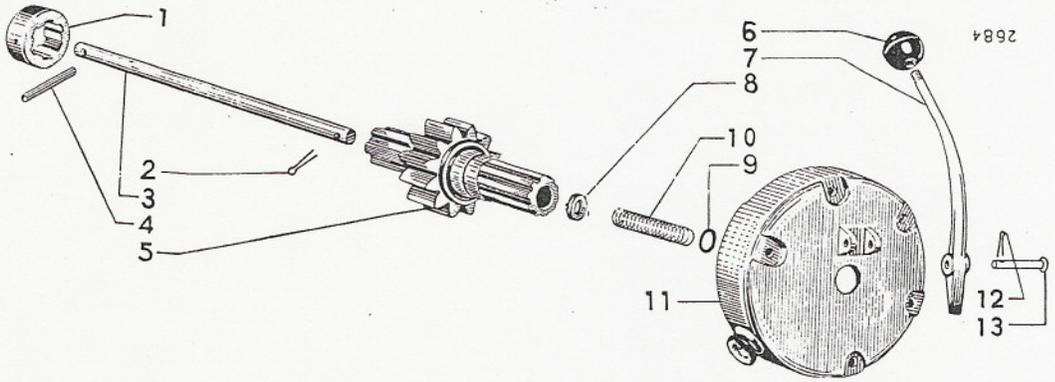
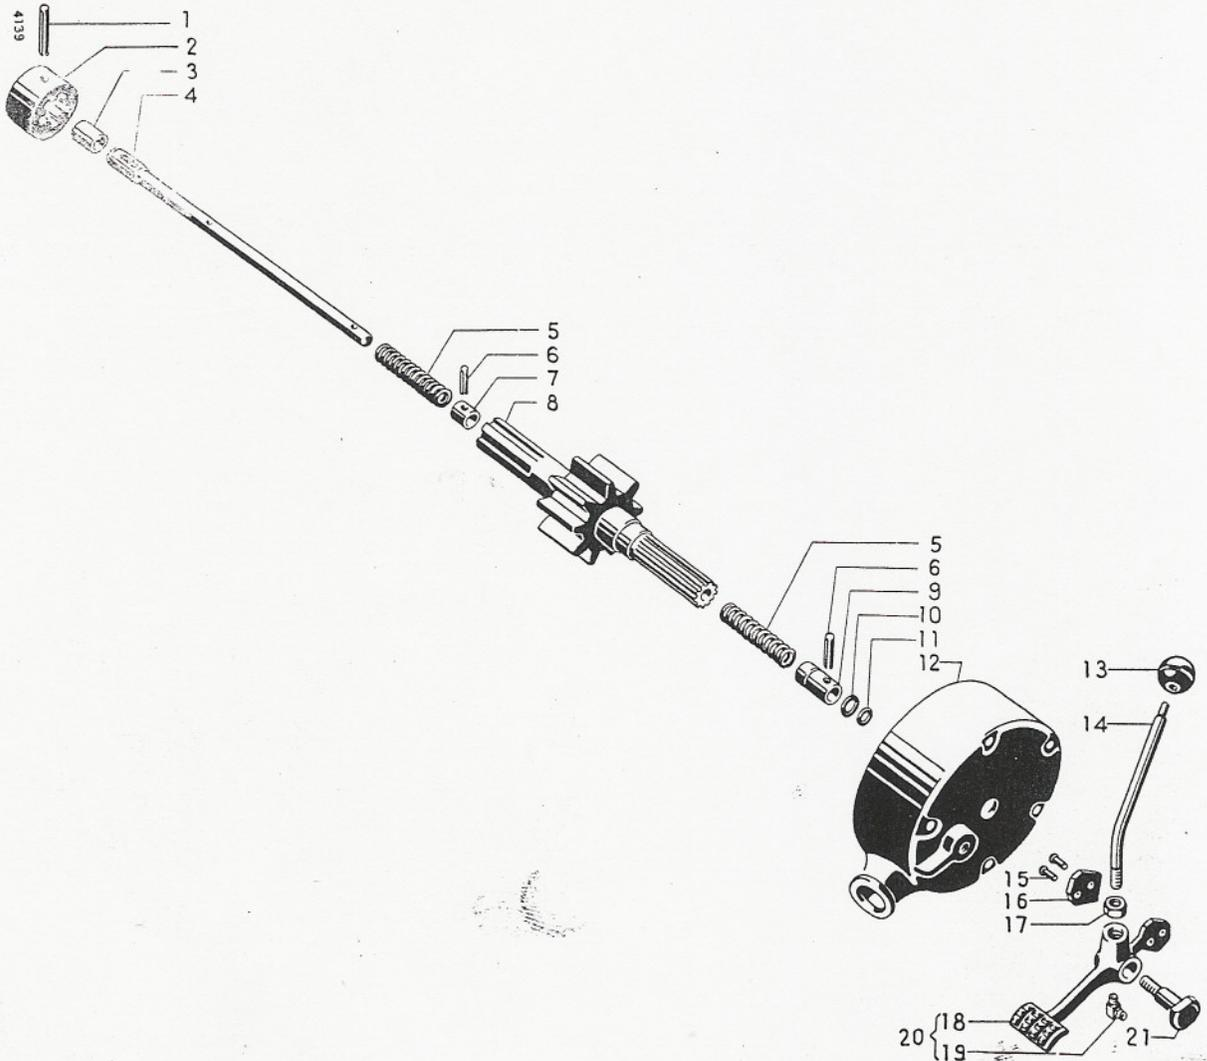

Fig. 452
Fig. 453
En engageant le blocage du différentiel, le manchon (2), fig. 453, glisse sur les cannelures de l'arbre droit du différentiel et établit ainsi une liaison directe entre les 2 arbres de différentiel, fig. 437.
Les figures 452 et 453 permettent de déterminer les pièces à commander.
Le dispositif de blocage du différentiel des tracteurs D-436 et D-440 se distingue de celui des autres tracteurs par son système d'étanchéité particulier, par une pédale supplémentaire et un manchon d'accouplement amorti pour permettre un crabotage plus progressif sur l'arbre mâle, fig. 452 et 453. Les ressorts d'enclenchement et de déclenchement de tous ces dispositifs sont les mêmes, Voir (10), fig. 452 et (5), fig. 453.
Le système d'étanchéité de la tige de commande du blocage a été modifié ultérieurement. Les rondelles (9) furent éliminées et le ressort de rappel (10) muni d'une nouvelle bague d'étanchéité, fig. 452.
L'axe (21), fig. 453, a un diamètre de :